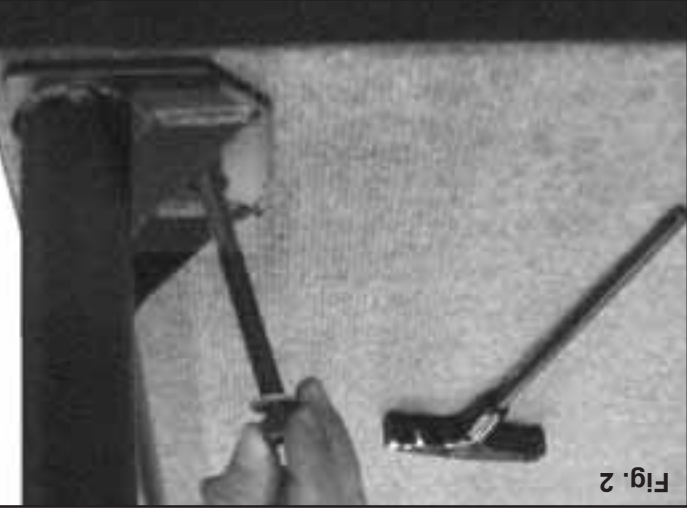

Fig. 2
1. Unbolt the end loop. (See Fig. 2)
1. Quite los pernos de la anilla del extremo. (Vea la Fig. 2)